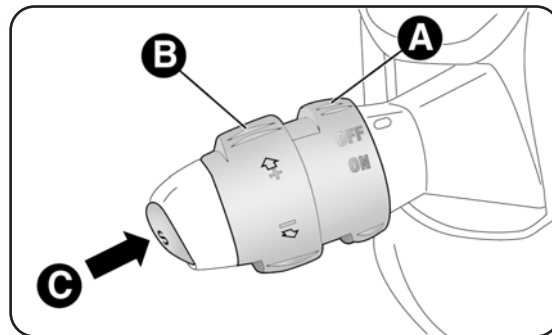

fig. 31
Ruotare la ghiera A-fig. 31 in posizione ON. Il dispositivo deve essere inserito solo con marce uguali o superiori alla 4^a.
- ruotare la ghiera A-fig. 31 su ON e premendo il pedale dell'acceleratore portare la vettura alla velocità desiderata;
- premere il pulsante C-fig. 31.
- ruotando momentaneamente la ghiera B-fig. 31 su (+). Ad ogni azionamento della ghiera corrisponde un aumento della velocità di circa 1 km/h, mentre, mantenendo la ghiera ruotata la velocità varia in modo continuo.
- mantenendo ruotata la ghiera B-fig. 31 su (–) fino al raggiungimento della nuova velocità che resterà automaticamente memorizzata.
Ruotare la ghiera A-fig. 31 su OFF o la chiave di avviamento in posizione STOP. Il dispositivo viene inoltre automaticamente disinserito in uno dei seguenti casi:
In caso di funzionamento difettoso od avaria del dispositivo, ruotare la ghiera A-fig. 31 su OFF e rivolgersi alla Rete Assistenziale Lancia dopo aver verificato l'integrità del fusibile di protezione.